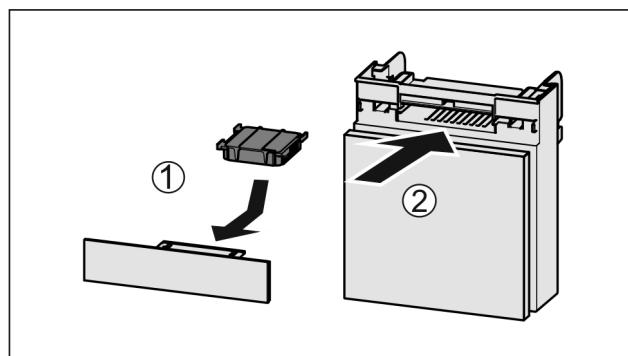

Fig. 49
- ▶ Поставете Fig. 49 (1) филтърът с активен въглен, както е показано на фигурата.
- ▶ Вкарайте Fig. 49 (2) отделението.